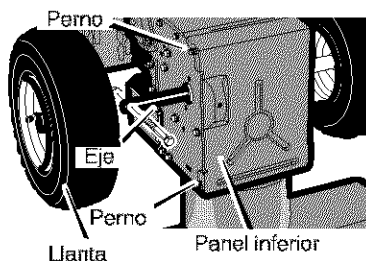

Figura 79
4. Quite los sujetadores que fijan la **llanta izquierda**. Quite la **llanta izquierda del eje** (Figura 79).
19. Instale el **panel inferior** (Figura 79).